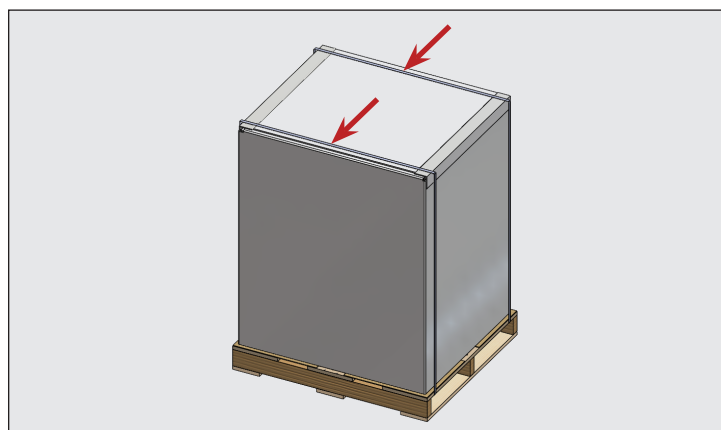

Figure 1. Bac de stockage de glaçons emballé. Coupez les sangles indiquées.
- Coupez les sangles. Voir Fig. 1.